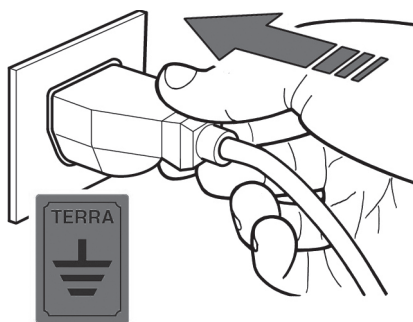

fig. 10
- E' obbligatorio che l'apparecchiatura completa sia collegata adeguatamente ad una efficiente presa a terra (fig.10).
- 3) Inserire la spina di alimentazione della Vetrina sulla presa fornita dal cliente (fig.10) assicurandosi che la stessa disponga del contatto di terra e che non ci siano prese multiple connesse .